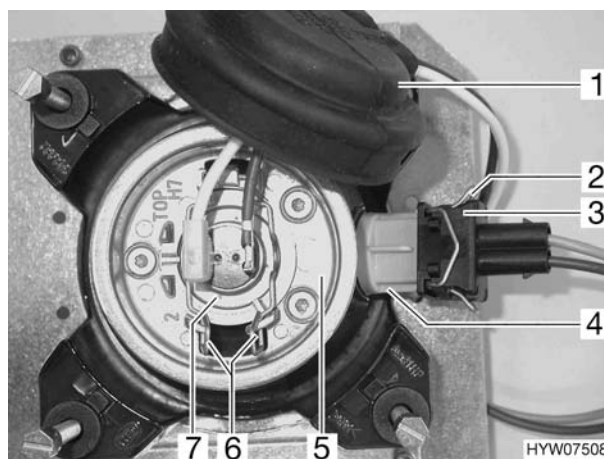

Fig. 196 Abbagliante/luce di posizione
- Togliere il copripolvere di gomma (Fig. 196,1) dall'involucro (Fig. 196,5).
- Stringere le staffe di metallo (Fig. 196,6) ed estrarli dal supporto.
- Estrarre dall'involucro la lampada ad incandescenza (Fig. 196,7) con il cavo.
- Stringere la graffa di metallo (Fig. 196,2) alla spina del cavo (Fig. 196,3) e estrarre la spina.
- Girare in parte l'involucro (Fig. 196,4) in senso antiorario.